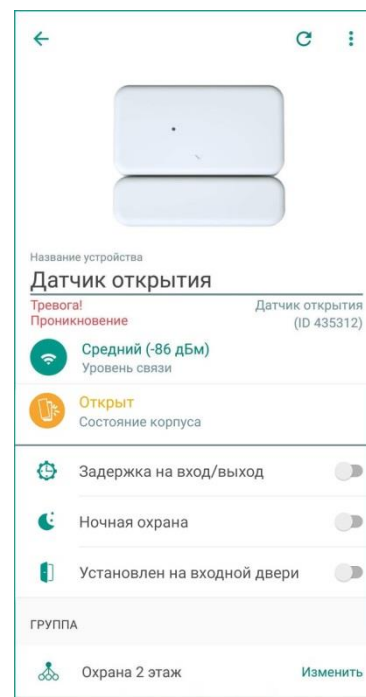

Рисунок 11.2 – Экран настройки датчика
- Текущее состояние изменится на *Тревога! Проникновение* (см. рисунок 11.2).